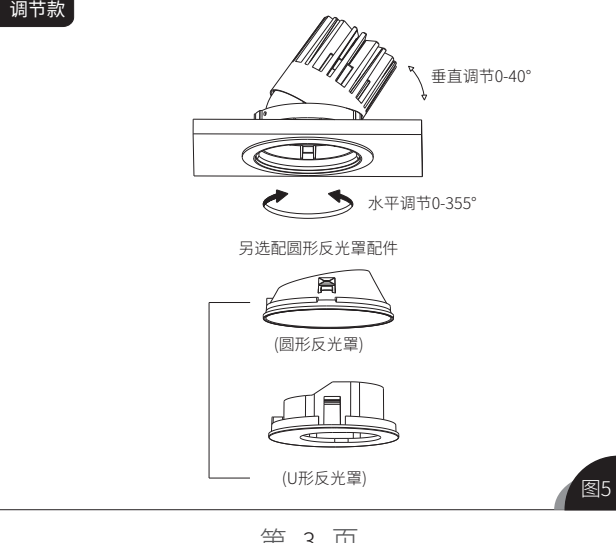

图5
6.调整灯具照射角度时，需先调整好灯具照射方向，再进行反光罩配件的安装，安装时卡扣需对齐，如图5；
9.光学配件及反光罩配件的安装参照有边灯具，见图5/7/8所示；